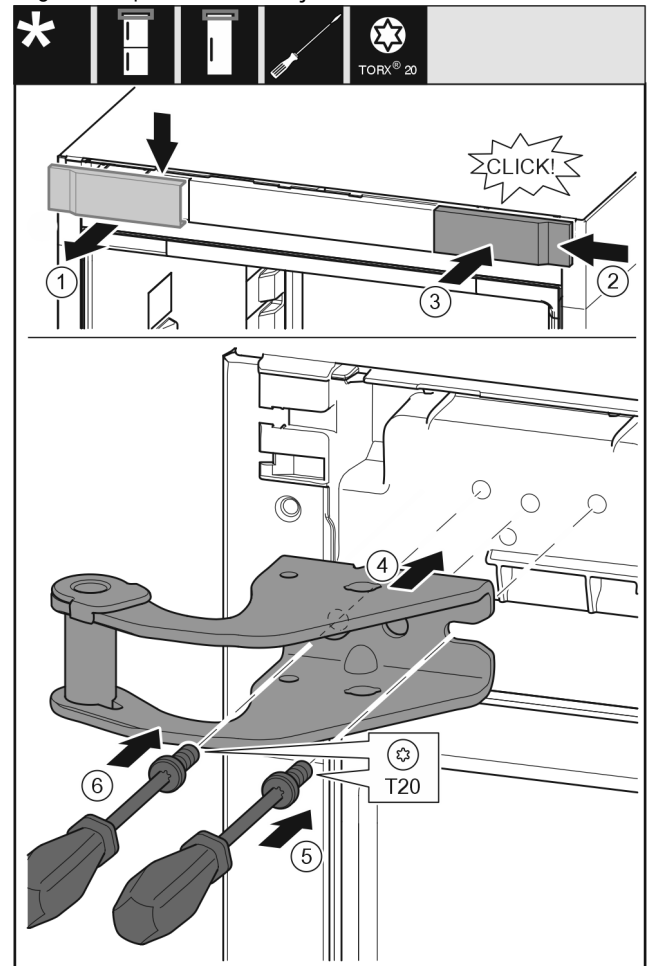

Fig. 11
- Afdekking van boven naar voren toe verwijderen. Fig. 11 (1)
- Afdekking 180° gedraaid op de andere kant van rechts aanbrengen. Fig. 11 (2)
- Afdekking vastklikken. Fig. 11 (3)
- Bovenste lagerbus plaatsen. Fig. 11 (4)
- Schroef met schroevendraaier T20 aanbrengen en vastdraaien. Fig. 11 (5)
- Schroef met schroevendraaier T20 aanbrengen en vastdraaien. Fig. 11 (6)